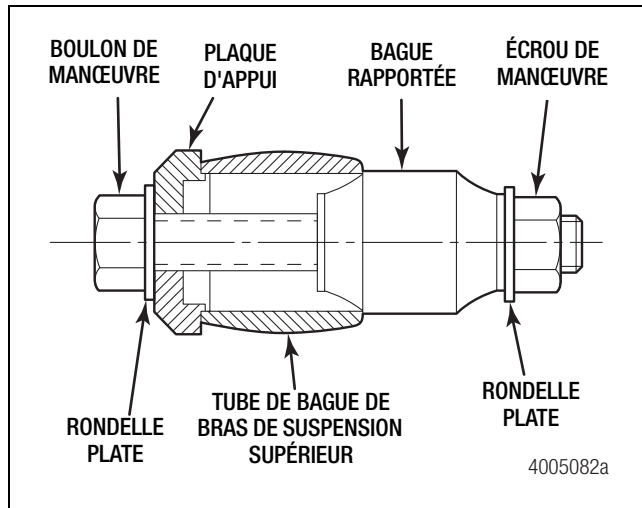

Figure 7
12. Placer la plaque d'appui contre la face intérieure du tube de bague du bras de suspension supérieur. Figure 7.